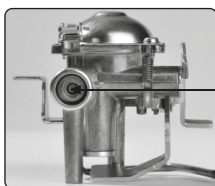

Abb. 6
- Prüfen Sie, ob die Dichtungen (zwischen dem Gerät und der Gaskartusche) vorhanden und in gutem Zustand sind bevor Sie die Gaskartusche anschließen (Abb.6).
- Vergewissern Sie sich, dass der Gaseinlass vollständig geschlossen ist, indem Sie den Regler (8) im Uhrzeigersinn auf die Position „●“ drehen und dass der Brenner (5) erloschen ist.
- Trennen Sie die Gaskartusche ab, indem Sie den Gaskartuschenhebel (6) in die Position „UNLOCK“ stellen.
- Öffnen Sie die Abdeckung des Gaskartuschenfachs (2) und nehmen Sie die Gaskartusche heraus.
- Überprüfen Sie die Dichtungen, bevor Sie eine neue Gaskartusche an das Gerät anschließen. (Abb. 6)